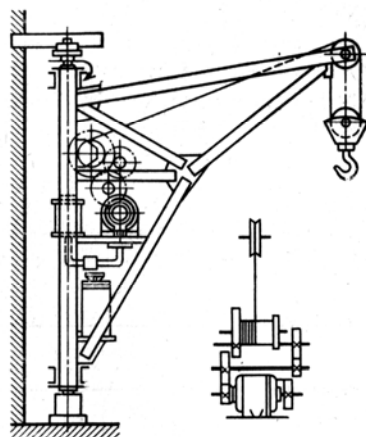

Рис. 1
8. Рассчитать механизм подъема поворотного крана (рис. 1) по данным табл. 1.